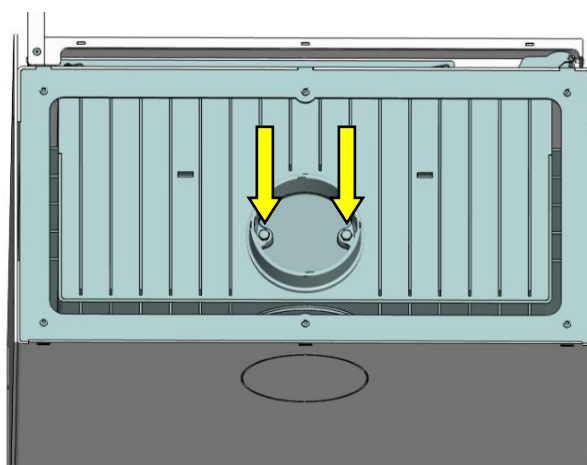

Fig. 13 : manchon pivotant
3. Retirer le couvercle du poêle pour faciliter le montage. Retirer les écrous et les vis du manchon pivotant (Fig. 13) et enlever ce dernier.